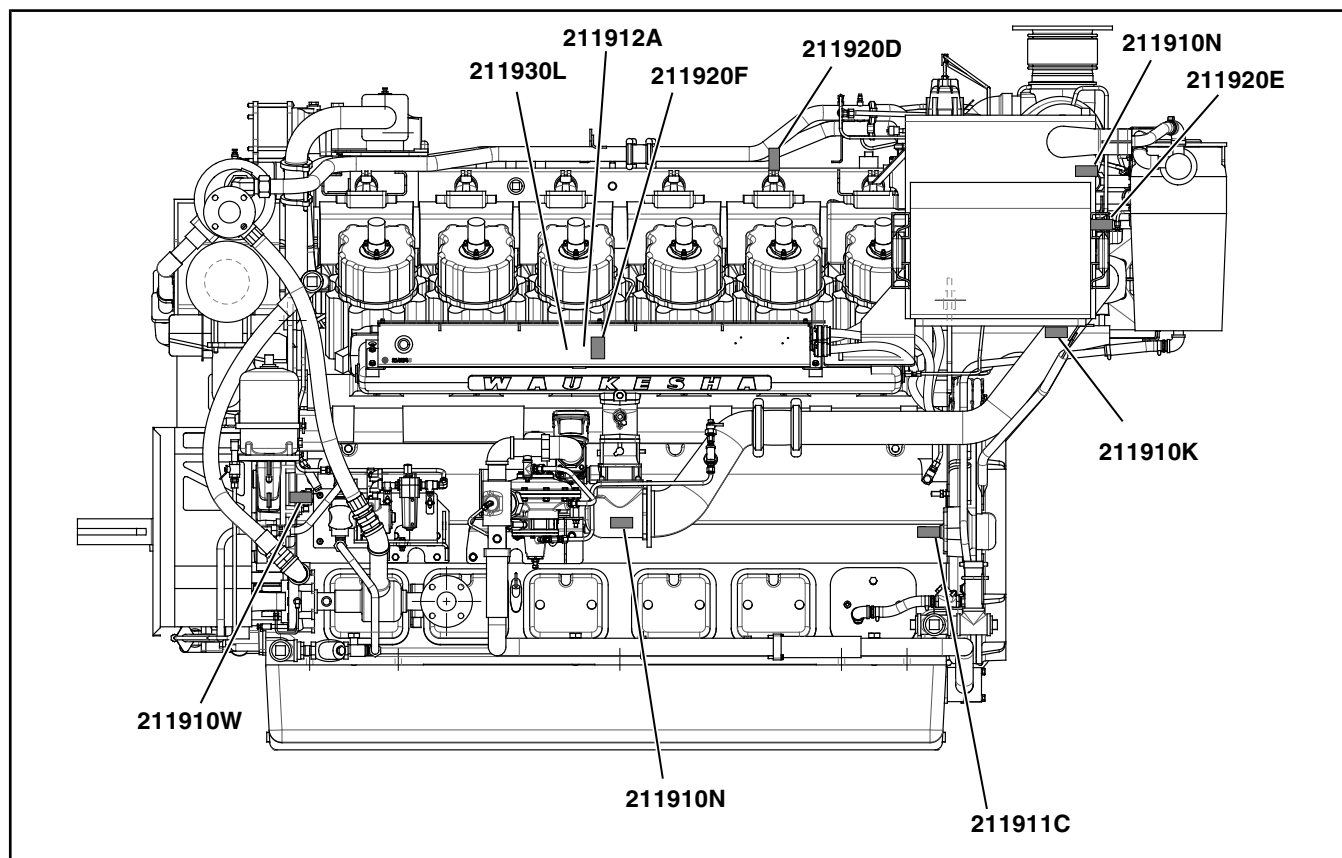

**Рисунок 1.00-1: Расположение предупреждающих табличек – вид спереди (двигатель L7044GSI)**
*Таблица 1.00-1* содержит описание всех предупреждающих наклеек. *Рисунок 1.00-1* по *Рисунок 1.00-4* показывают точные места расположения всех наклеек.